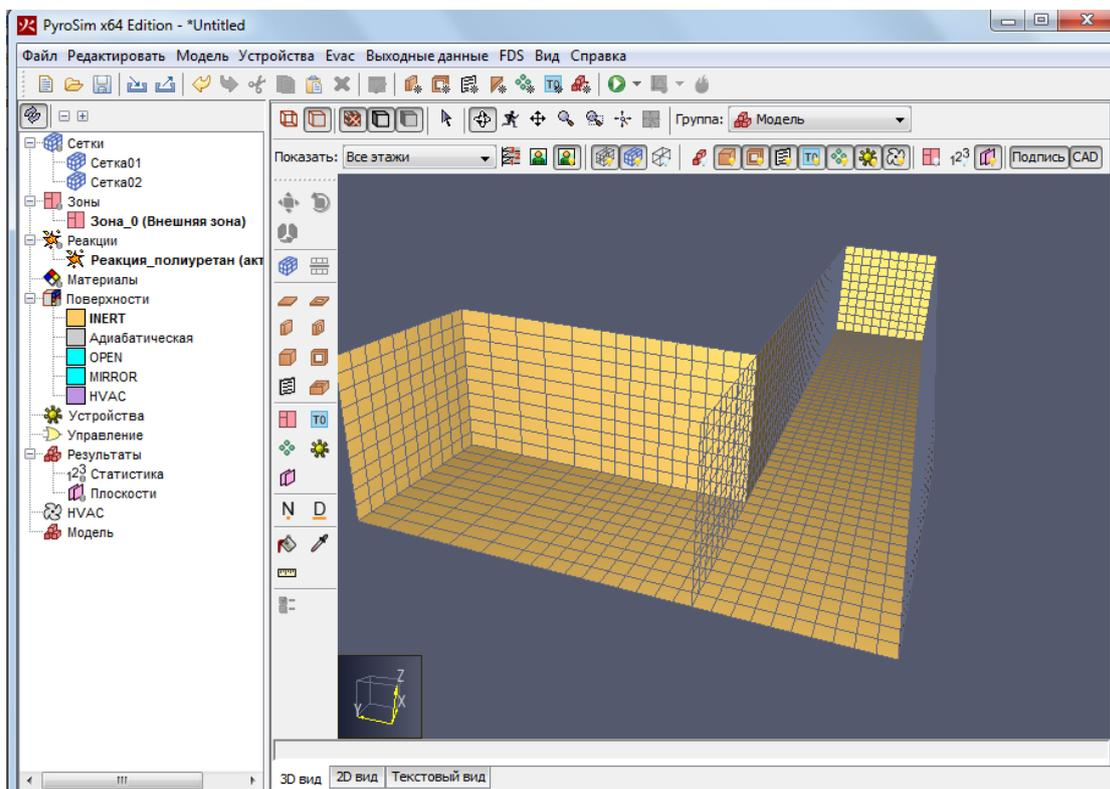

Рисунок 5-3 3D-отображение двух сеток
- Если модель состоит из коридоров, как показано на рисунке Рисунок 5-3, то использование нескольких сеток позволяет существенно уменьшить количество ячеек в модели и, соответственно, время расчета.